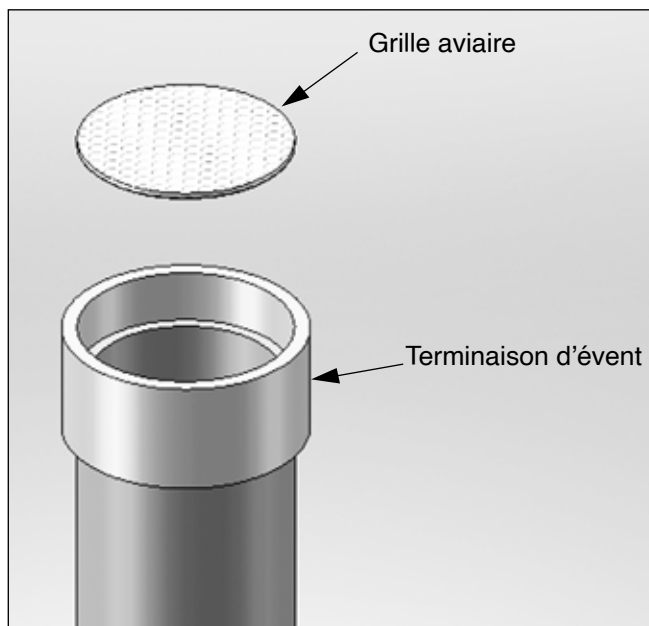
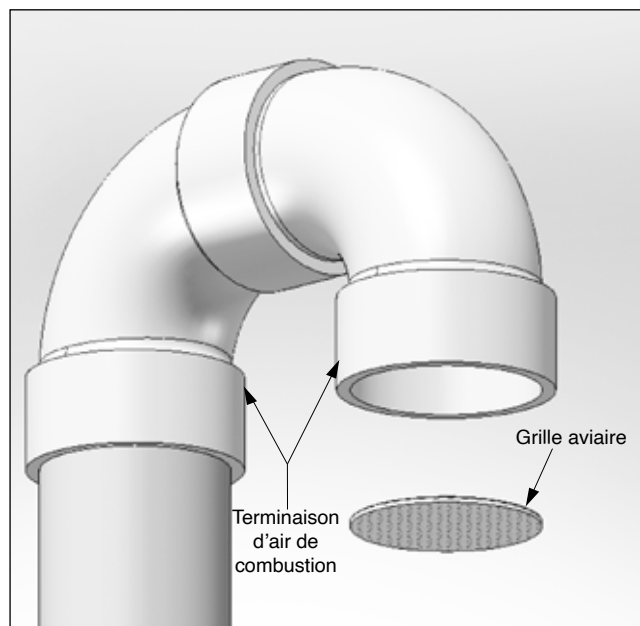

Fig. 3 - Installation de grille aviaire sur tuyauterie d'évent verticale
Fig. 4 - Installation de grille aviaire sur tuyauterie d'air de combustion verticale
1. Les terminaisons d'air de combustion et d'évent doivent inclure une grille aviaire fournie par l'usine et installée comme illustré aux *Fig. 3 et Fig. 4 en page 14*